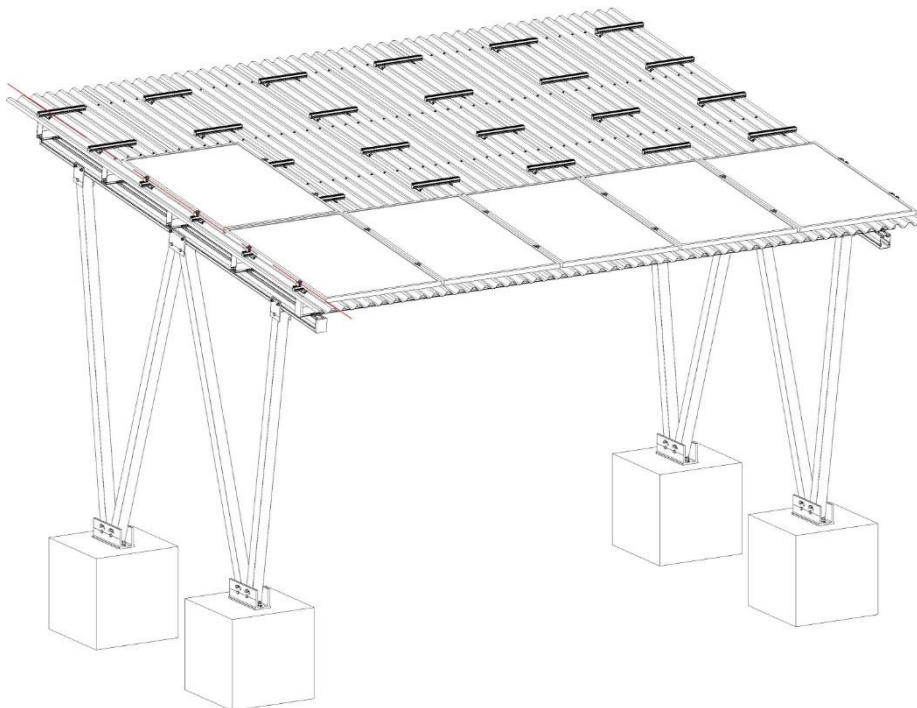

Abbildung 25
Wie in Abbildung 25 dargestellt, muss sichergestellt werden, dass die Solarmodule der zweiten Reihe auf die der ersten Reihe ausgerichtet sind. Die erste Reihe und die zweite Reihe haben einen Abstand von 20 mm zueinander. Wiederholen Sie die Schritte (1)(2) (3), ordnen Sie die Solarmodule in der zweiten Reihe an und sichern Sie dann die Schrauben entsprechend.